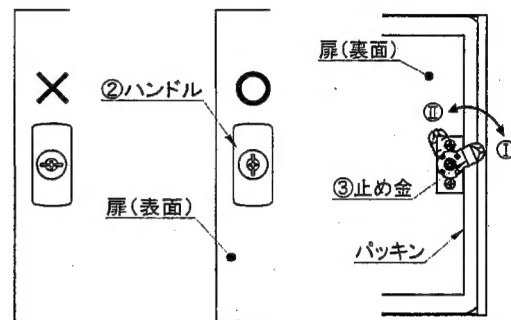

図7-2
- (2) ハンドル②の一溝をタテ向、止め金③を①の位置で取付けてください。[図7-2]
- (3) 取付け後は止め金③を動かして『カチカチ』と音がすることを確認してください。